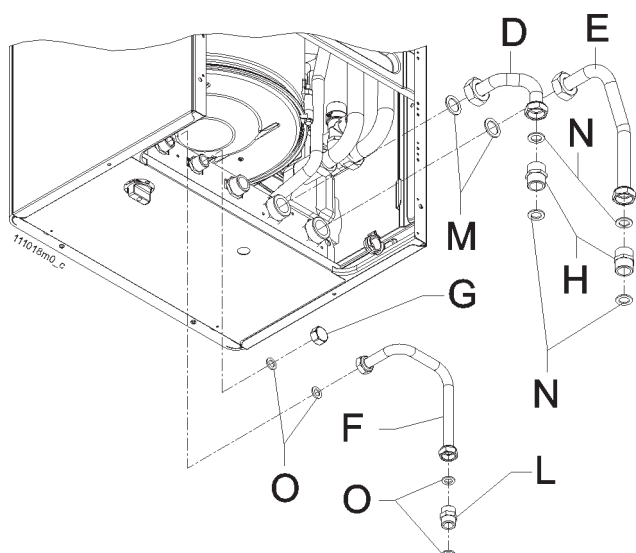

Figura 15 - Collegamento bollitore B-W a caldaia modello BME, BMS, CLS e AXIA.
- bollitore B-W e caldaia serie Ei/H vedere figura 15;